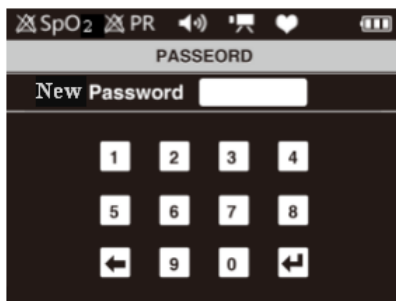

Figura 14. Interfaccia di impostazione della nuova password
- Impostazione password:** spostare la barra di selezione sulla voce "Impostazione password", quindi premere il tasto menu per accedere all'interfaccia della password illustrata nella Figura 14 e impostare una nuova password.